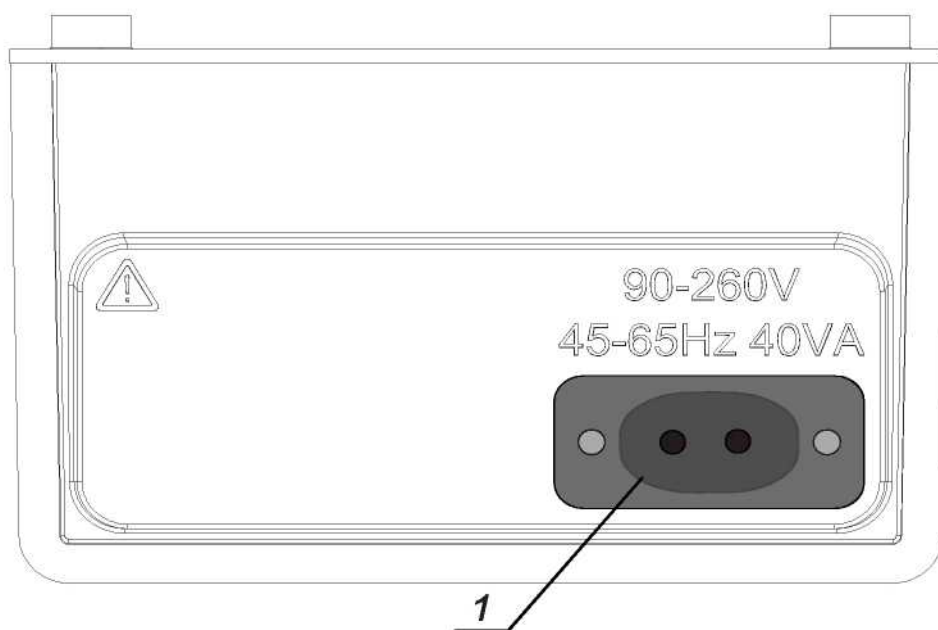

Рис. 4. Разъем шнура питания
- Разъем для подключения кабеля питания (Рис. 4).